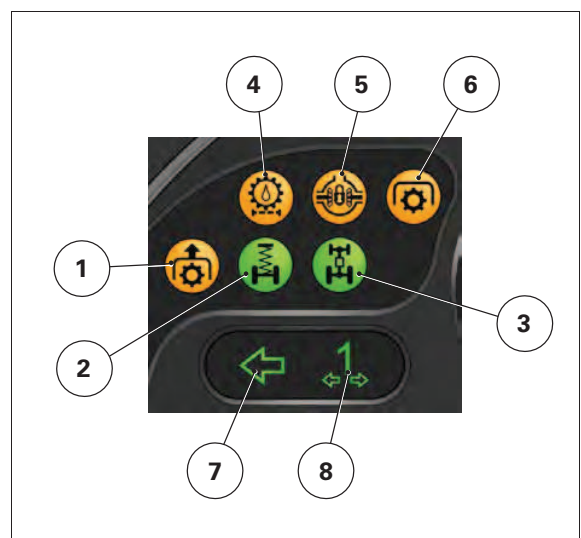

Fig. 4.
- (3) Panel de indicadores luminosos para funcionamiento del eje trasero/delantero de la TDF/eje delantero con suspensión/bloqueo del diferencial/bloqueo del filtro de aceite de la transmisión de alta presión *fig. 4*